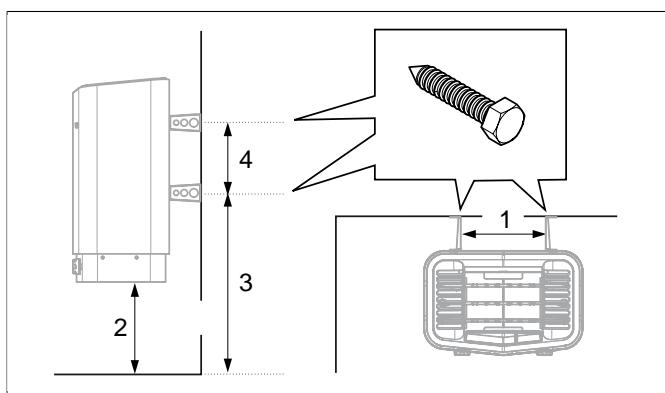

Рисунок 8: Определение размеров
6. Разместите винты кронштейнов согласно указанным размерам see **Рисунок 8**, страница 4.